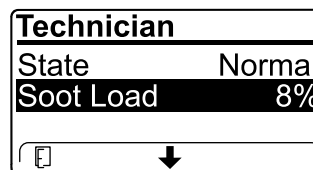

Figura 67
- Vizualizai cantitatea de funingine care este măsurată ca procent de funingine din DPF (Figura 67); consultai tabelul cu cantitatea de funingine.